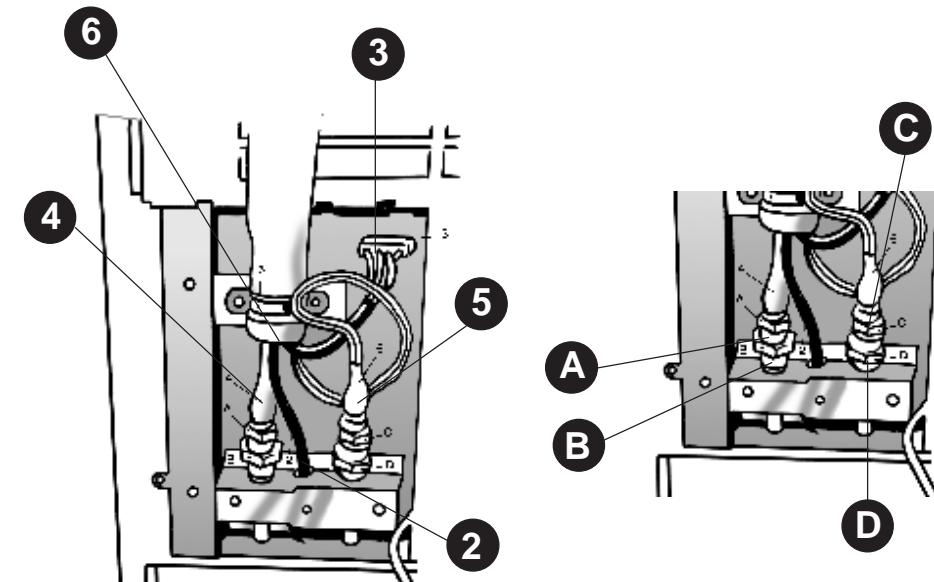

Fig. 2/A
- RACCORDO SINISTRO (4)
- Con una chiave da 19 mm tene te bloccata la parte fissa del raccordo femmina (Fig. 2 Part. A).
• Con una chiave da 24 mm svitare, ruotando in senso antiorario l'elemento mobile del raccordo femmina (Fig. 2 Part. B) sino al completo distacco.
- RACCORDO DESTRO (5)
• Con una chiave da 21 mm tene te bloccata la parte maschio del raccordo (Fig. 2 Part C) collegata alla linea flessibile.
• Con una chiave da 24 mm svitare girandola in senso orario, l'elemento mobile del raccordo femmina fissato alla macchina (Fig. 2 Part D) sino al completo distacco delle due parti.
6) Togliere la fascetta metallica (6) che fissa la linea flessibile svitando le 2 viti relative.
1) Imboccate la parte femmina del raccordo sulla parte maschio fissata alla macchina avvitando manualmente l'elemento mobile della parte femmina (Fig. 2 Part B) in senso orario. Completate l'operazione tenendo bloccata la parte fissa del raccordo femmina (Fig. 2 Part. A) con una chiave da 19 mm e avvitando l'elemento mobile in senso orario sino al completo serraggio.
2) Imboccate la parte maschio del raccordo (Fig. 2 Part C) nella parte femmina (Fig. 2 Part D) avvitando la stessa in senso antiorario. Completate l'operazione di avvitamento
- RACCORD DE GAUCHE (4)
- Bloquer la partie fixe du raccord femelle (Fig. 2, Détail A) au moyen d'une clé de 19 mm.
• Dévisser l'élément mobile du raccord femelle (Fig. 2, Détail B) en tournant avec une clé de 24 mm dans le sens contraire des aiguilles d'une montre jusqu'à ce qu'il se sépare complètement.
- RACCORD DE DROITE (5)
- Bloquer la partie mâle du raccord (Fig. 2, Détail C) reliée à la ligne flexible au moyen d'une clé de 21 mm.
• Dévisser l'élément mobile du raccord femelle fixé à la machine (Fig. 2, Détail D) en tournant avec une clé de 24 mm dans le sens des aiguilles d'une montre jusqu'à ce que les deux parties se séparent complètement.
6) Oter le collier métallique (6) qui fixe la ligne flexible après avoir dévissé ses 2 vis.
1) Enfiler la partie femelle du raccord sur la partie mâle fixée à la machine en vissant à la main l'élément mobile de la partie femelle (Fig. 2, Détail B) dans le sens des aiguilles d'une montre. Compléter l'opération en bloquant la partie fixe du raccord femelle (Fig. 2, Détail A) au moyen d'une clé de 19 mm et en vissant l'élément mobile dans le sens des aiguilles d'une montre jusqu'à ce qu'il soit complètement serré.
2) Enfiler la partie male du raccord (Fig. 2, Détail C) dans la partie femelle (Fig. 2, Détail D) et la visser dans le sens contraire des aiguilles d'une montre. Compléter le vissage en blo-
- LEFT COUPLING (4)
• Using a 24 mm spanner, loosen the moving female part of the coupling by turning anti-clockwise (Fig. 2 Part B) until it comes off.
- RIGHT COUPLING (5)
- Using a 21 mm spanner, hold the male part of the coupling connected to the flexible line still (Fig. 2 Part C).
• Using a 24 mm spanner, turn the moving female element of the coupling that is fixed to the unit clockwise to loosen (Fig. 2 Part D) until the two parts separate. 6) Remove the metal clamp (6) that attaches the flexible line by loosening the two screws.
1) Fit the female part of the coupling on the male part fixed to the unit, manually screwing in the moving element of the female part clockwise (Fig. 2 Part B). Complete the operation, keeping the fixed female part of the coupling still (Fig. 2 Part A) using a 19 mm spanner and turning the moving element clockwise until it is completely tightened.
2) Fit the male part of the coupling (Fig. 2 Part C) into the female part (Fig. 2 Part D) by turning the female part anti-clockwise. Complete the tightening operation, keeping the male part still using a 21 mm spanner and turning the moving element of the female part anti-clockwise using a 24 mm spanner until it is completely tightened.
- LINKER ANSCHLUSS (4)
- Das Teil "A" mit einem 19 mm Gabelschlüssel festhalten (Fig. 2).
• Teil "B" mit einem 24 mm Gabelschlüssel entgegen dem Uhrzeigersinn zügig losschrauben, bis sich die Leitung trennen lässt (Fig. 2).
- RECHTER SCHLUSS (5)
- Den Gewindebolzen des mit dem Verbindungsschlauch verbundenen Anschlusses (Abb. 2 Teil C) mit einem 21 mm Gabelschlüssel festhalten.